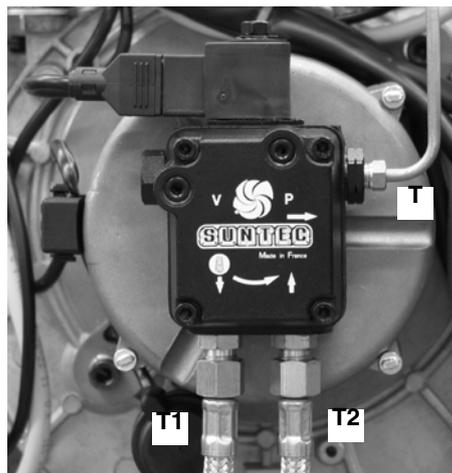

Fig. 38
- Svitare il tubetto **T** di alimentazione gasolio dalla pompa (Fig. 38).